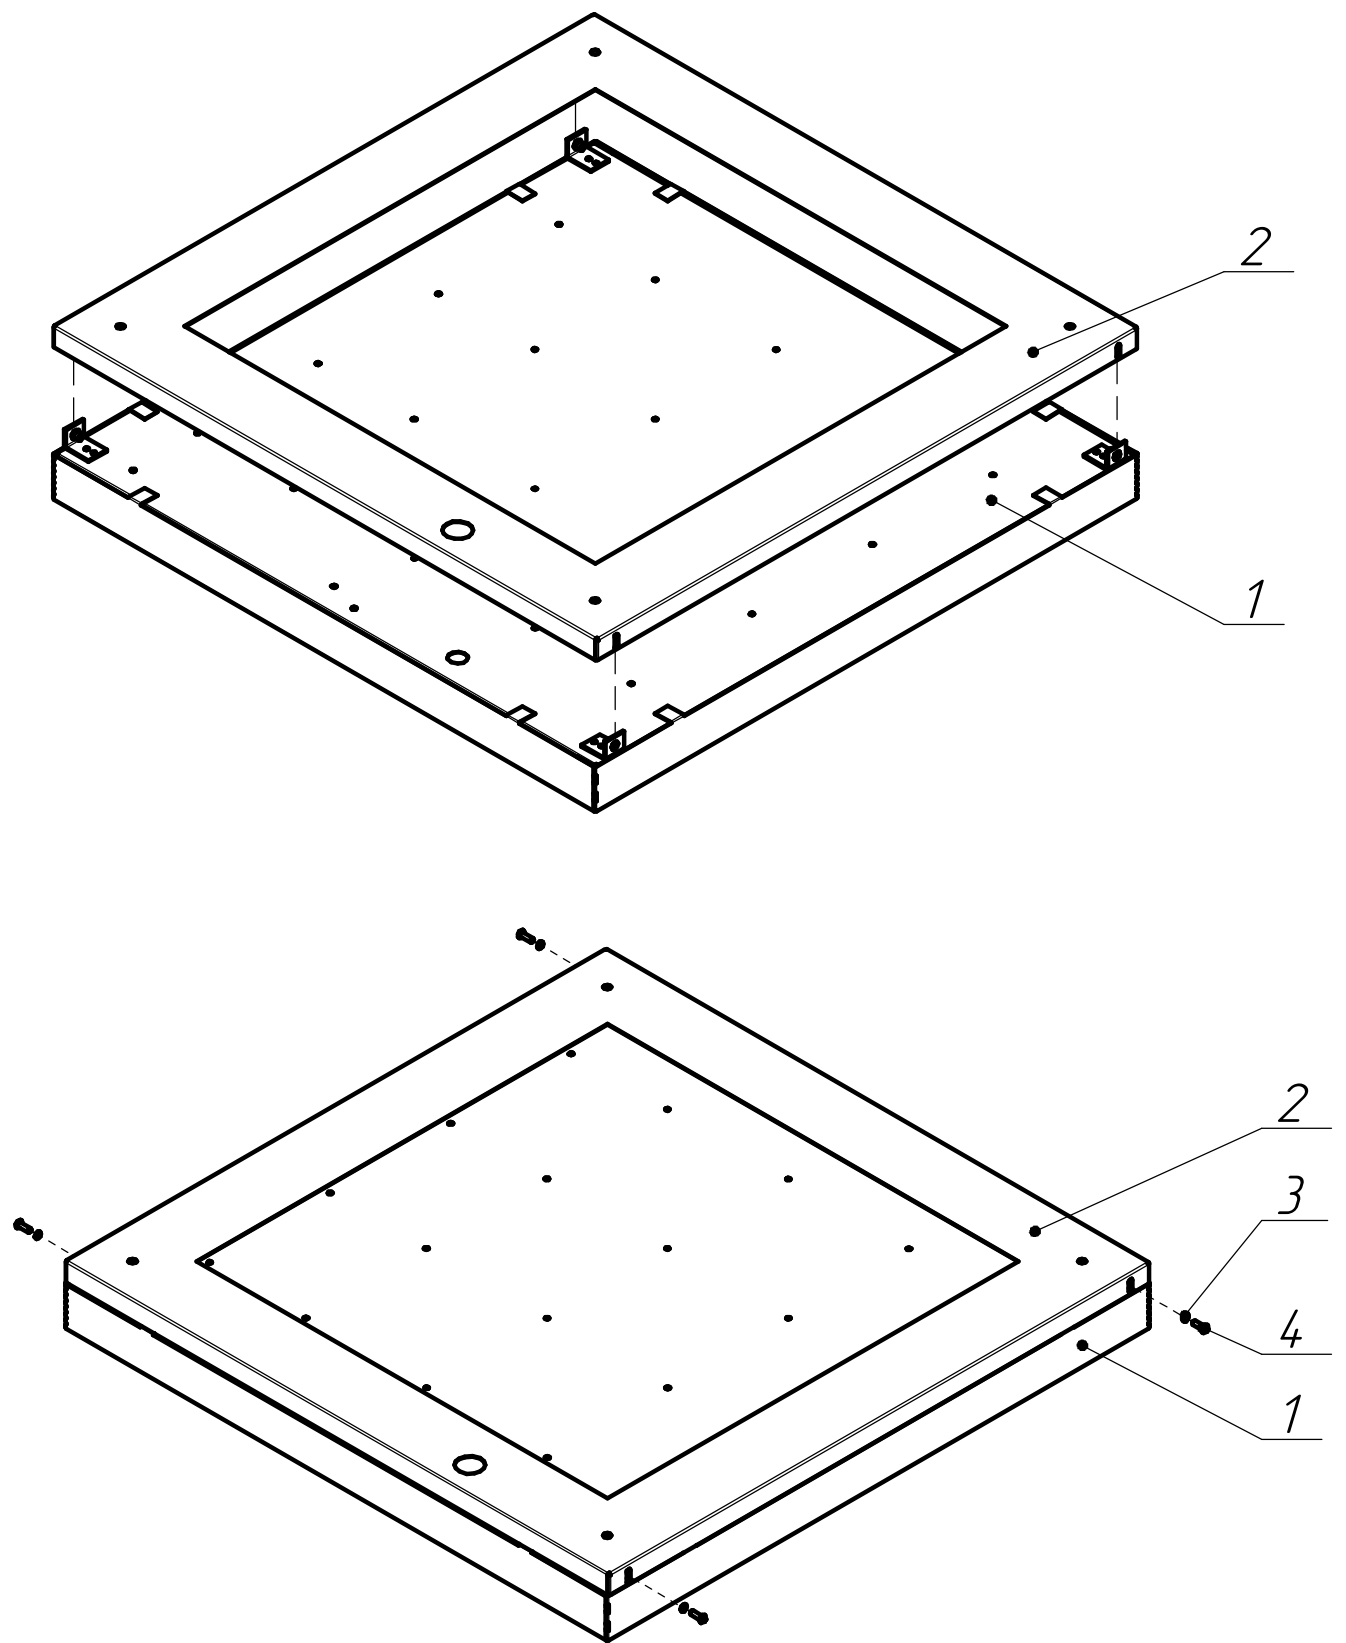

Рисунок 3. Схема установки светильника на скобу подвеса.
6.5 Установите светильник на скобу подвеса, закрепив его винтами. (см. рисунок 3).